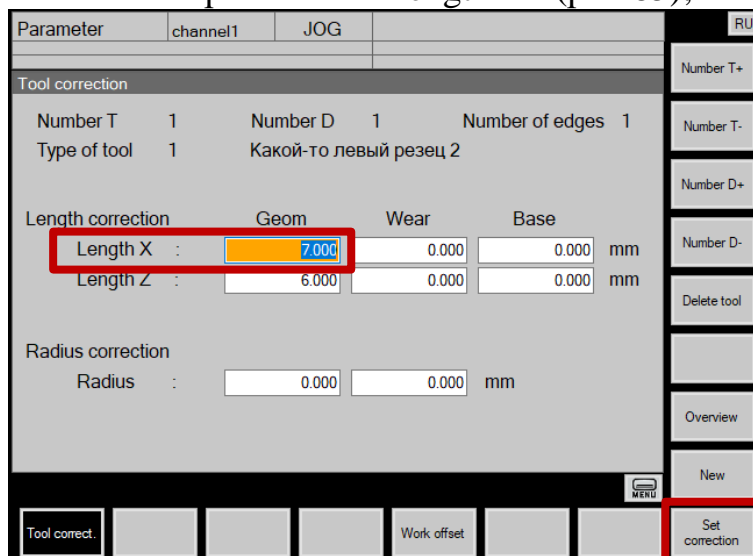

Рис.85. Поле «Length X» и кнопка «Set correction»
10. Для привязки инструмента по X с помощью стрелок на клавиатуре пульта управления выбрать поле «Length X» (рис.85);
11. Нажать кнопку «Set correction» в горизонтальном ряду кнопок экрана (рис.85);